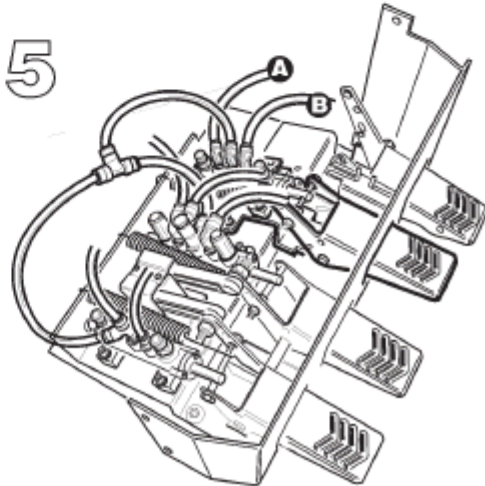

Fig.22
Пневмолифт IPL имеет одну педаль управления, с помощью которой осуществляется подъем и опускание пневмолифта. Когда педаль нажата и удерживается внизу (А рис.22), платформа поднимается до максимальной точки. Когда педаль отжата, платформа медленно опускается.
2. Нажмите педаль (а рис.22) для подъема платформы. Одной рукой придерживайте колесо.
4. Отожмите педаль (а рис.22), чтобы опустить платформу
2. Нажмите педаль (а рис.22), чтобы поднять платформу
4. Отожмите педаль (а рис.22), чтобы опустить колесо с платформой вниз. При опускании придерживайте колесо рукой